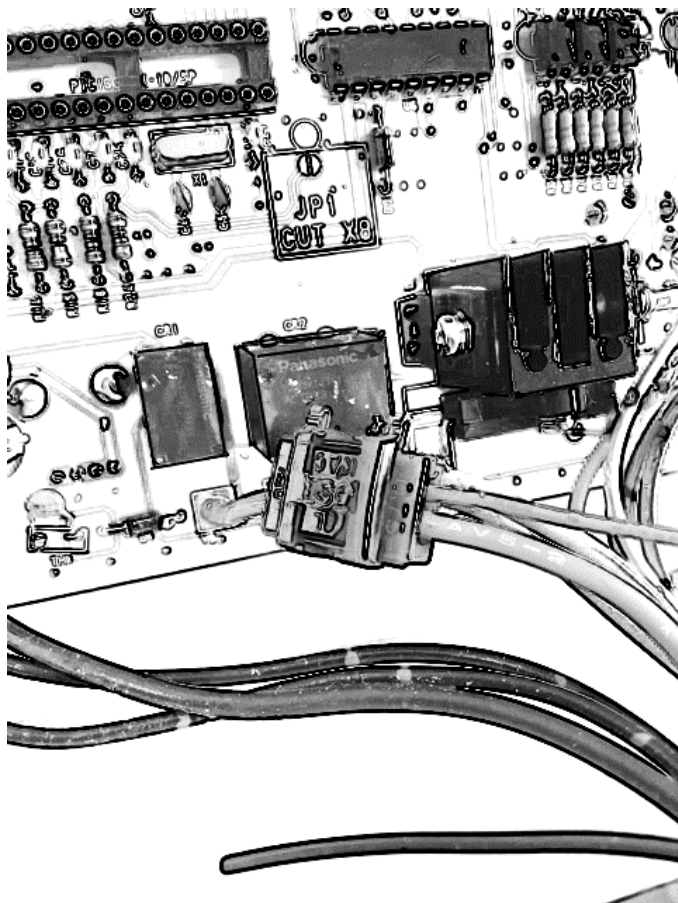

図 15-電源接続完了
- (8) プライヤー等で開いている蓋を「カチッ」というまでカシメます。その際、組込みユニット電源線が抜けないように注意してください。これを黒線にも行います。完了すると図 15 のようになります。